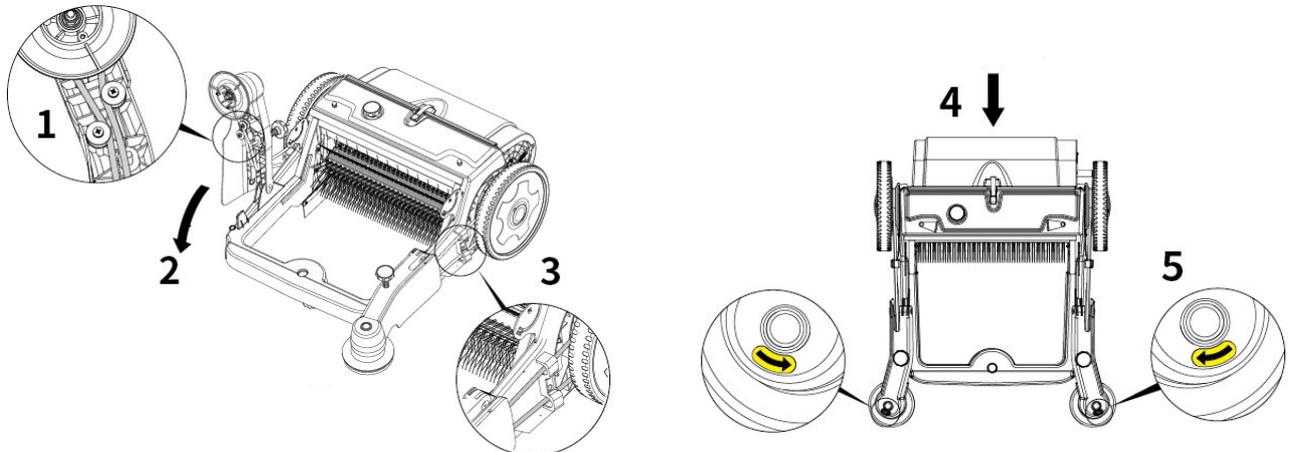

Abb. 5-2: Montage der Drehteller
- Den Riemen (Pos. 1, Abb. 5-2) anbringen und den Arm (Pos. 2, Abb. 5-2) nach unten bringen.
- Den Riemen an der Führungsschiene (Pos. 3, Abb. 5-2) ausrichten und die Schiene sichern.
- Dann die Kehrmaschine schieben und sicherstellen, dass die Drehrichtung des Drehtellers mit dem Aufkleber übereinstimmt (Pos. 5, Abb. 5-2).